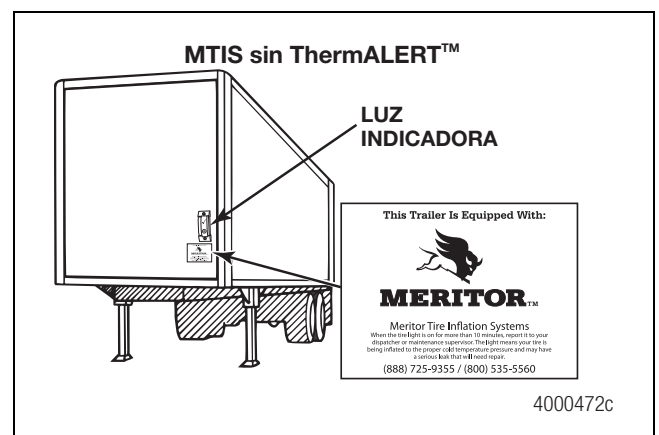

Figura 2.81
2. Coloque la etiqueta de la luz indicadora cerca de la luz. Figura 2.81 o Figura 2.82.